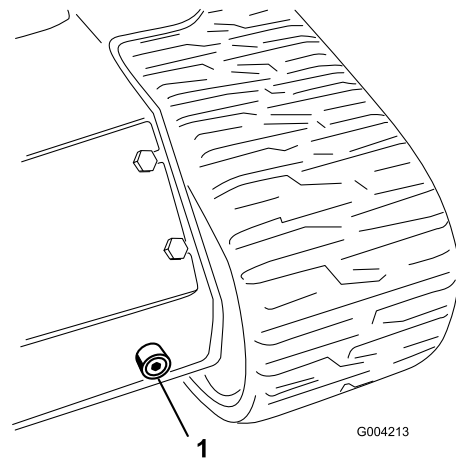

Figura 59
6. Coloque un recipiente grande (con capacidad para 56,8 litros) debajo del tapón de vaciado situado en la parte delantera de la unidad de tracción (Figura 59).
7. Retire el tapón de vaciado y deje fluir el aceite al recipiente (Figura 59).